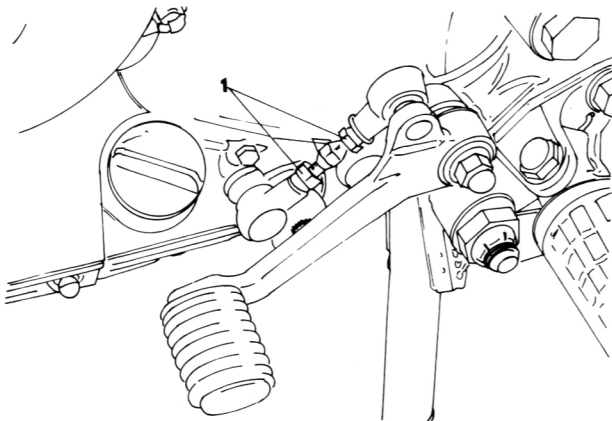

Bild 73
- Die Höhe des Fusschalthebels durch Drehen des Einstellers nach Lösen der Kontermuttern einstellen (Bild 73).